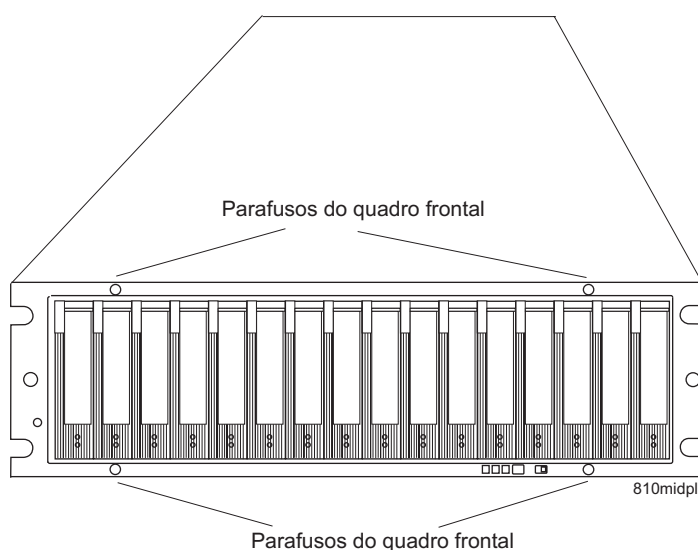

Figura 86. Locais dos parafusos do quadro frontal
9. Utilize uma chave Phillips Nº 1 para soltar os quatro parafusos do quadro frontal no plano intermediário, conforme mostrado na Figura 86.
16. Aperte os quatro parafusos do quadro frontal. Consulte Figura 86 na página 164.